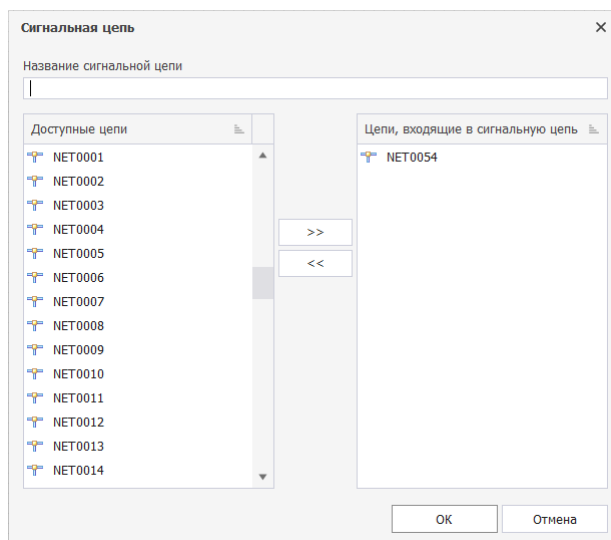

Рис. 138 Окно «Сигнальная цепь»
3. В окне «Сигнальная цепь» в списке «Цепи, входящие в сигнальную цепь» отображается предопределенная цепь, см. Рис. 138.